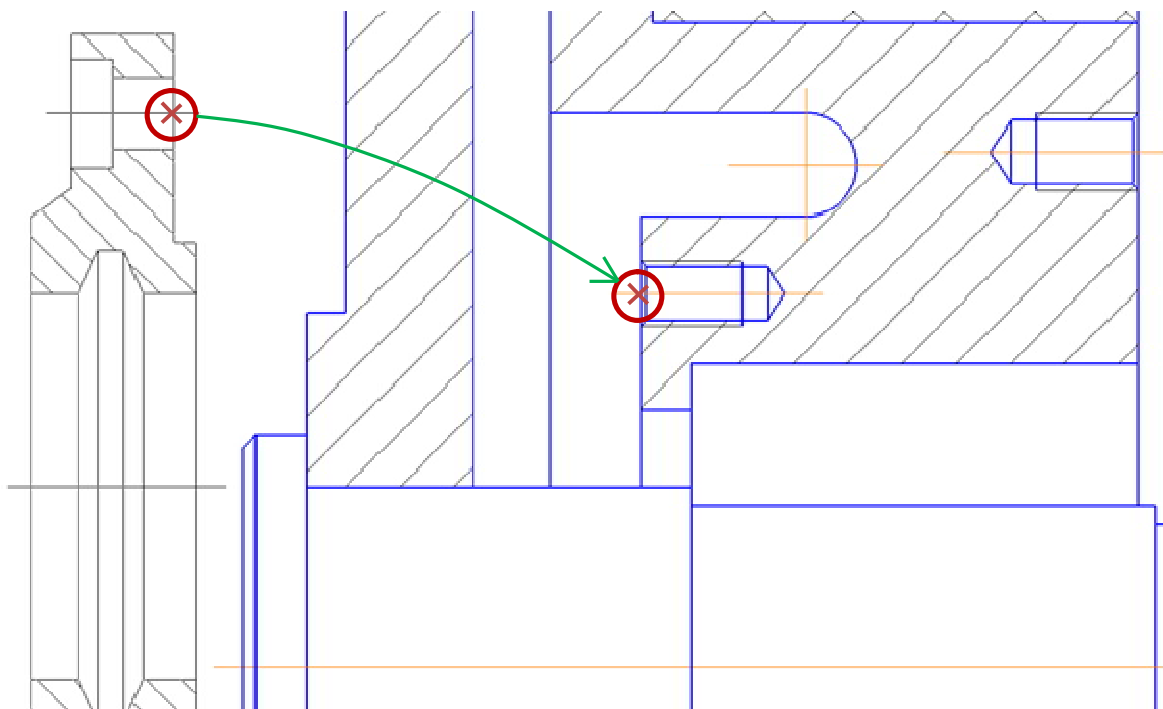

Рис. 4.16. Установка детали «Крышка 6»
- Выберите базовую точку на колесе, как показано на рис. 4.16, и щелкните ЛК мыши.